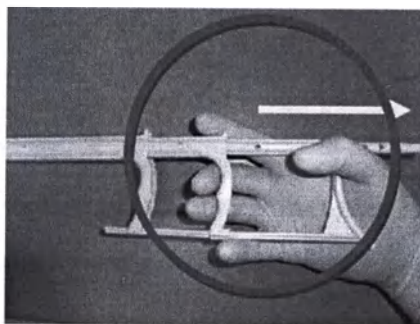

Рисунок 5
e) Отведите большой палец назад в зафиксированном согнутом положении, как показано на рисунке Рисунок 5.